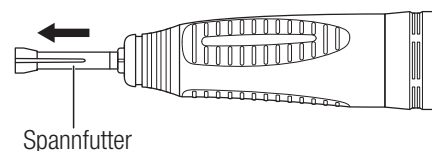

Abb. 9
- 3) Entfernen Sie das Spannfutter (Abb. 9).